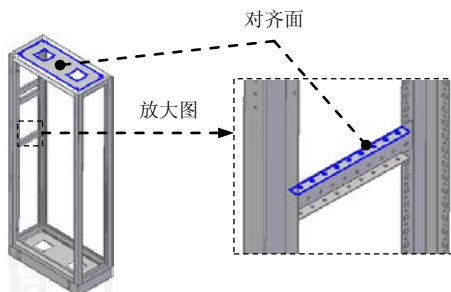

图 8.13.353 对齐面
(3) 单击“相关”区域中的  命令，单击命令条中的  按钮，选择  浮动 选项，选取图 8.13.353 所示的两个钣金件上要配合的面。